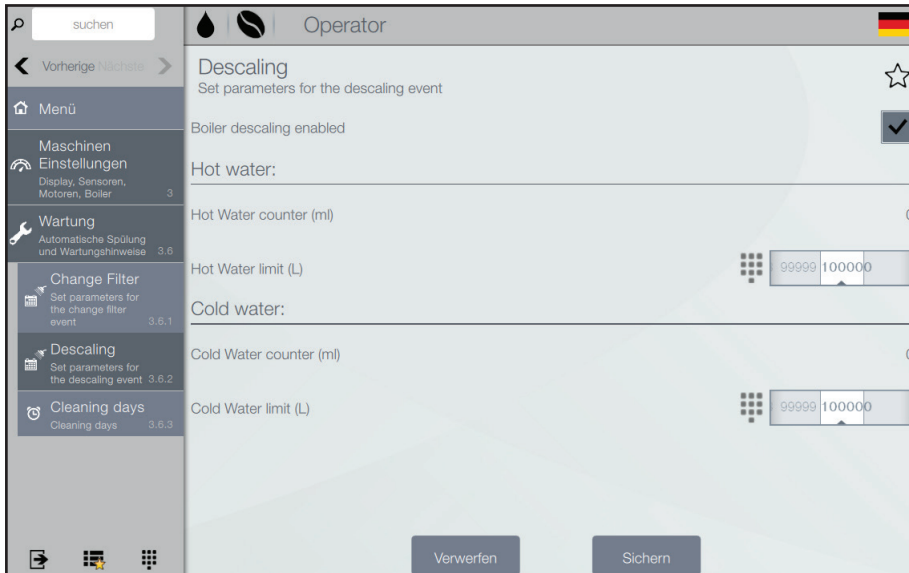

Abb. 6.13 - Entkalken
- Aktivieren Sie die Funktion "Entkalken", wenn Sie eine Entkalkung des Kessels und anderer Teile in regelmäßigen Abständen wünschen (Abb. 6.13).